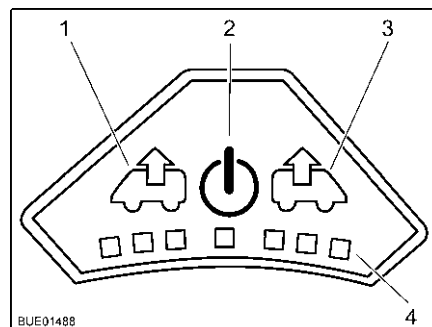

Fig. 90 Quadro comandi del ventilatore
- Accensione:** ■ Premere il tasto On/Off (Fig. 90,2). Il ventilatore funziona in modalità comfort (sfiato al numero di giri minimi del ventilatore).
- Per aumentare il numero di giri del ventilatore: Premere il tasto Sfiato (Fig. 90,1). Il numero di giri del ventilatore aumenta di uno stadio in direzione sfiato. I LED (Fig. 90,4) indicano gli stadi di commutazione.
- Per ridurre il numero di giri del ventilatore: Premere il tasto Aerazione (Fig. 90,3). Il numero di giri del ventilatore si riduce di uno stadio.
- Per aumentare il numero di giri del ventilatore: Premere il tasto Aerazione (Fig. 90,3). Il numero di giri del ventilatore aumenta di uno stadio in direzione aerazione. I LED (Fig. 90,4) indicano gli stadi di commutazione.
- Per ridurre il numero di giri del ventilatore: Premere il tasto Sfiato (Fig. 90,1). Il numero di giri del ventilatore si riduce di uno stadio.
- Premere il tasto On/Off (Fig. 90,2). Il ventilatore si ferma, i LED si spengono.